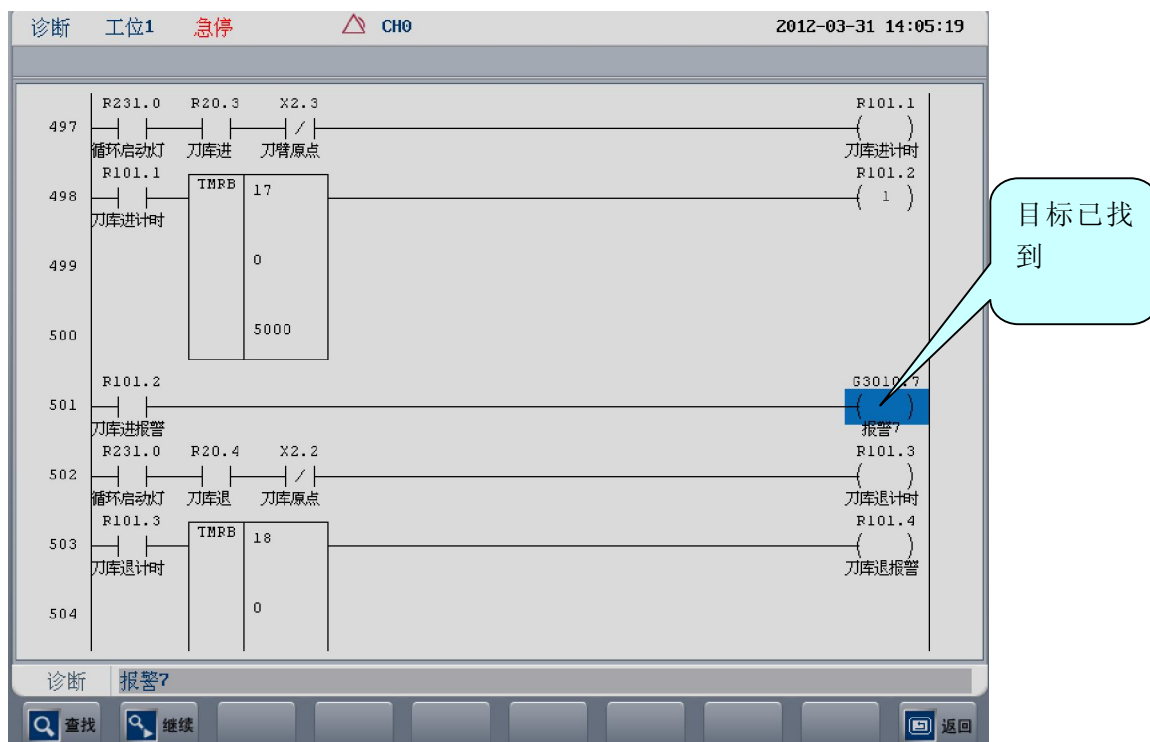

图 4.2.2 G3010.7 被找到
- 3) 系统在搜索以后，会自动跳跃到目标出现的位置。根据图 4.2.2 中查找到的 G3010.7，重复第二步，继续查找 R101.2，会找到另外两处 R101.2，其中一处在
子程序 SP3 内 395 行，在复位时被清除，可排除，另一处在 498 行，正好是置位元件，如图 4.2.2；
4) 根据图 4.2.2 中 498 行的条件，可知下一步需要查找 R101.1，重复第二步，继续查找 R101.1；